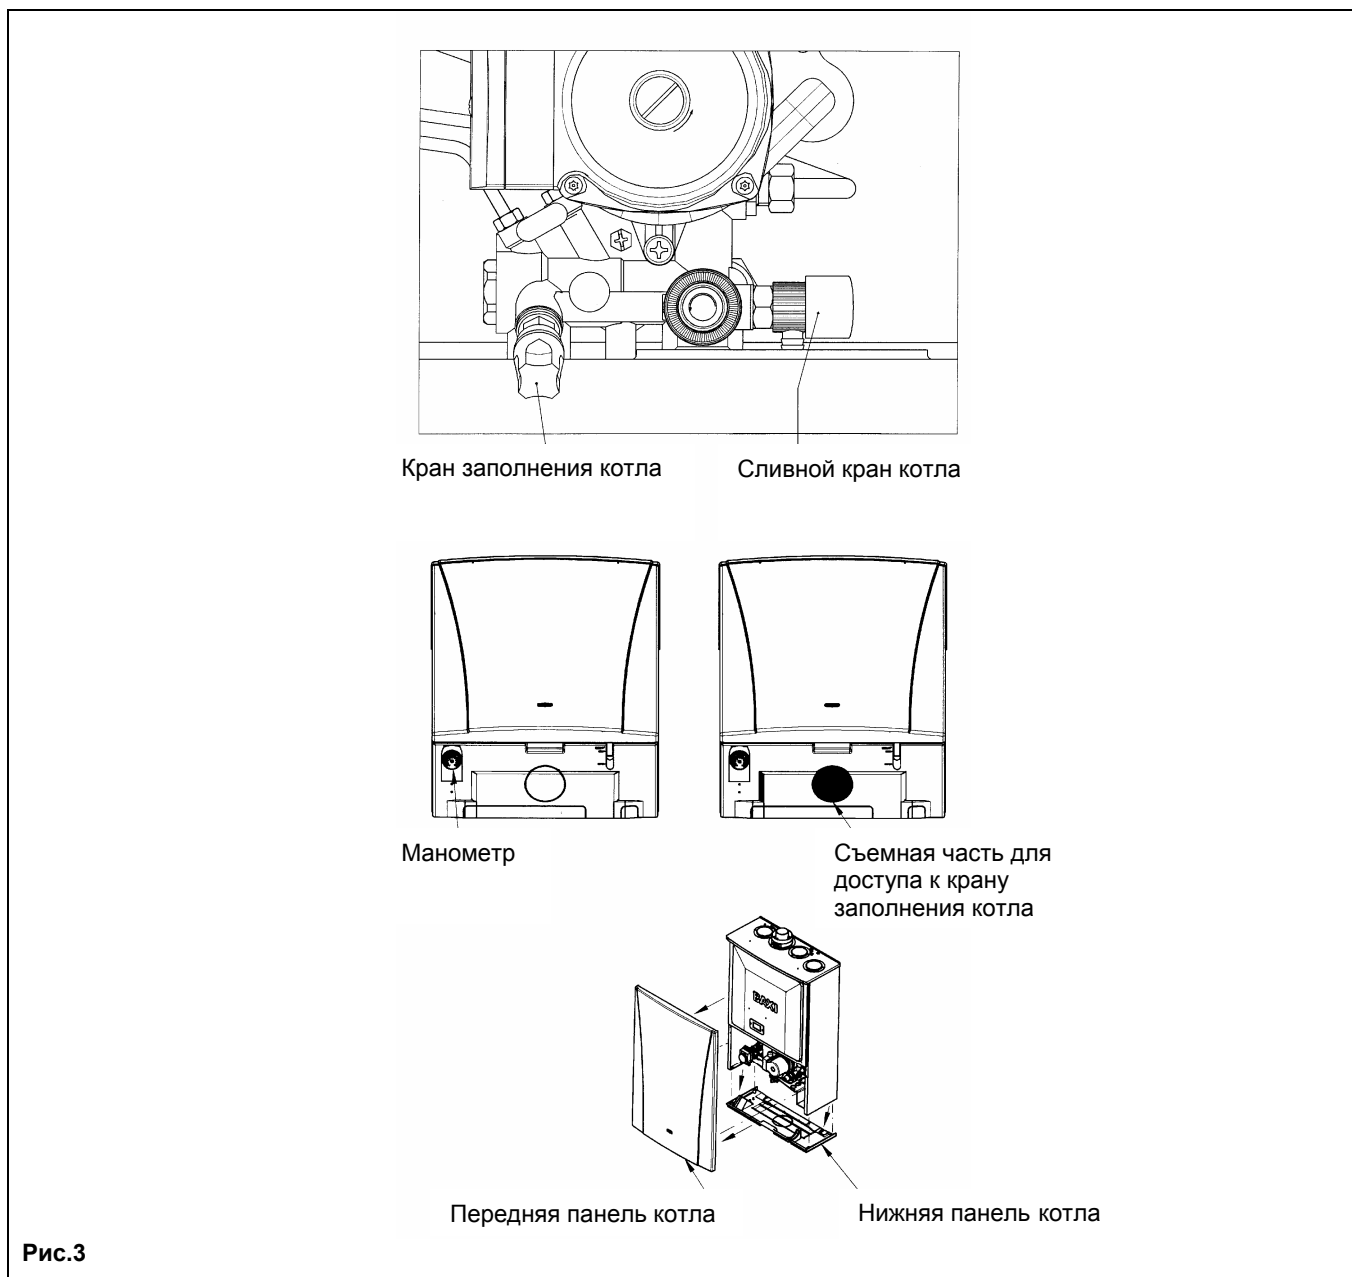

Рис.3
**Важно!** Регулярно проверяйте по манометру, чтобы давление находилось в пределах от 0,5 до 1 бар при холодной системе отопления. При превышении давления откройте сливной клапан. Если давление ниже нормы, откройте кран заполнения котла, для чего снимите переднюю или нижнюю панель котла или, что наиболее удобно, действуйте через предварительно сделанное отверстие в нижней панели (рис. 3).